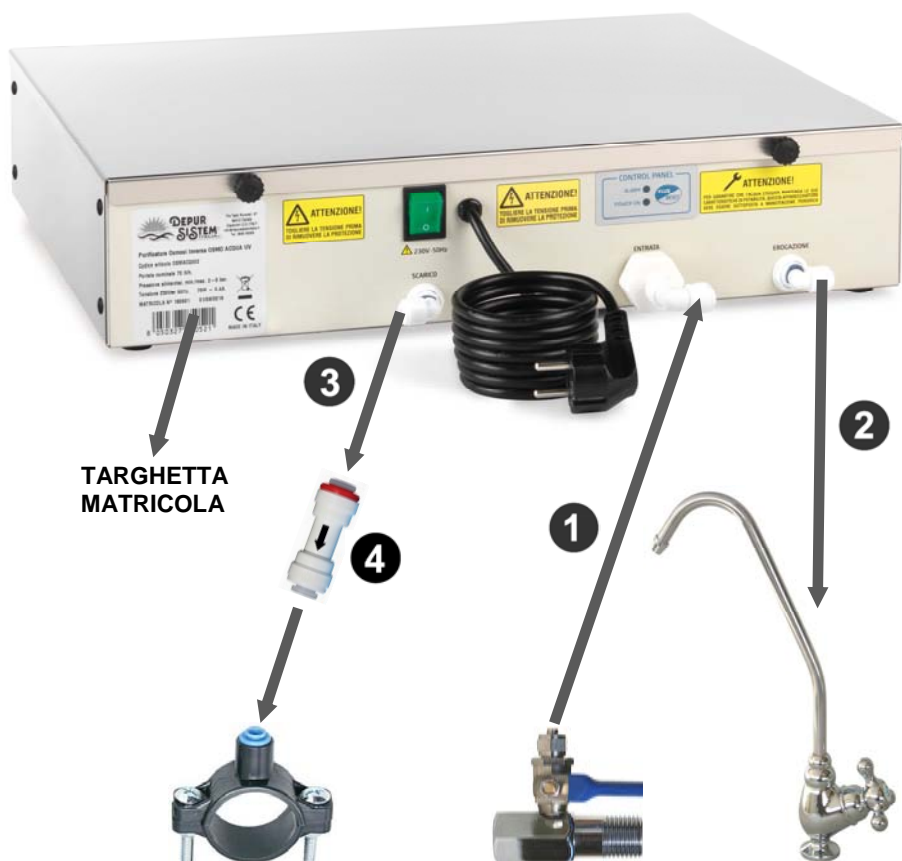

Figura 7: vista posteriore collegamenti idraulici e targhetta matricola.
Una copia della targhetta matricola riportata sotto è applicata nella parte posteriore del purificatore d'acqua (vedi figura 7 di pagina 16).
Il collegamento idraulico deve essere eseguito in entrata, in uscita e in scarico all'apparecchiatura, così come indicato nella seguente figura 7.
- 1) Installare il raccordo di presa $\varnothing 40$ mm. (fig. 4) direttamente sul tubo del sifone (fig. 8) e in seguito collegare il tubo in plastica colore bianco $\varnothing 1/4$ " all'uscita "SCARICO" dell'apparecchiatura così come indicato nella figura 7.